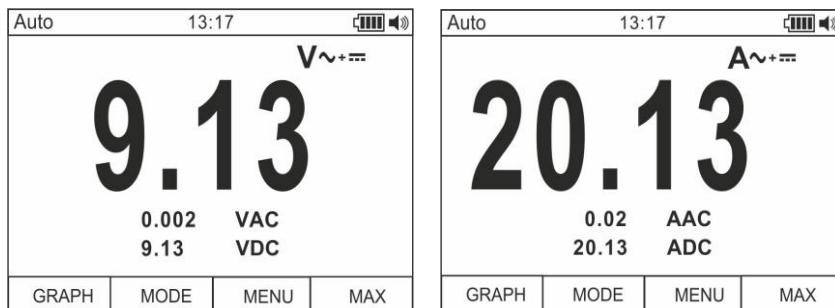

Fig. 3: Descrição da medição de tensões e correntes CA+CC
2. Premir o botão **F2** selecionando as modalidades “**V~+--**” ou “**A~+--**” (ver Fig. 3)